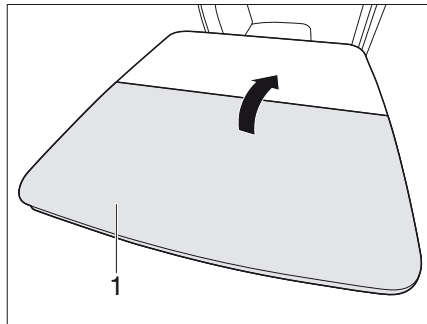

Bild 121 Fäll in fällbordet
- Fäll in bordshalva (Bild 121,1).